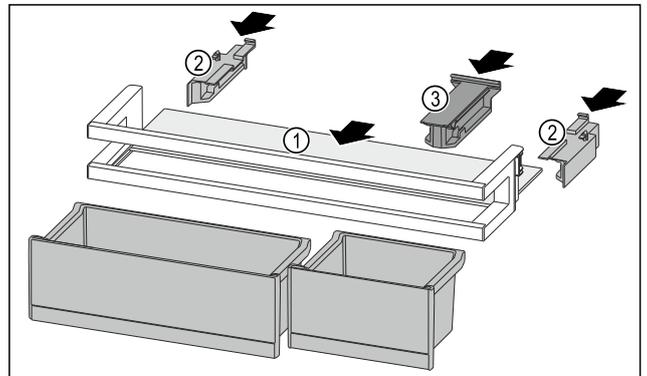

Fig. 122
- ▶ Inserire il ripiano Fig. 122 (1) negli incavi laterali.
- ▶ Inserire gli elementi laterali Fig. 122 (2).
- ▶ Inserire l'elemento di tenuta Fig. 122 (3).